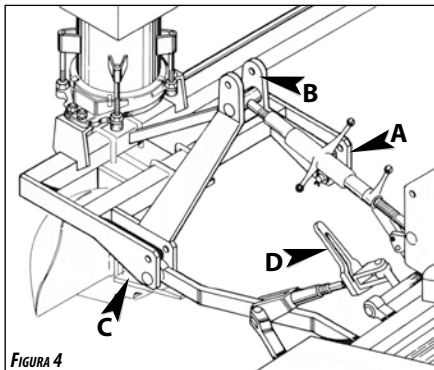

FIGURA 4
- Finalmente com o auxílio da alavanca reguladora de altura "D" engatar o braço inferior direito do trator no suporte "C" do sulcador, conforme **Figura 4**.